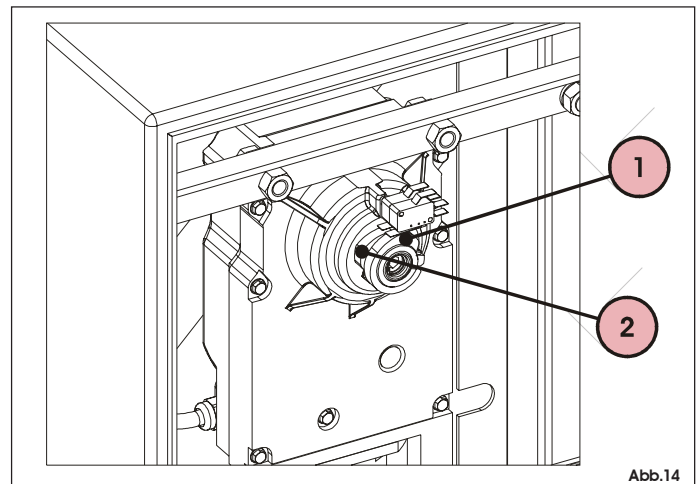

Abb. 14
- Die Antriebsnocken, Abb. 14 - Bez. 1 und 2, der End-Mikroschalter so einstellen, dass sie bei geöffnetem oder geschlossenem Balken kurz vor dem entsprechenden mechanischen Anschlag betätigt werden.